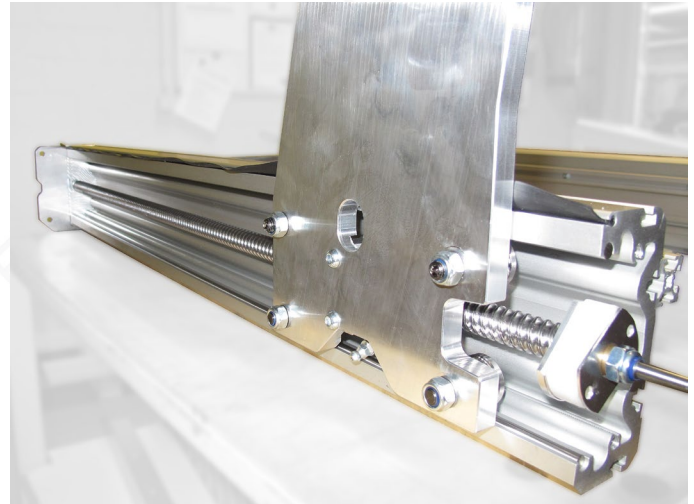

Bild 17 : Einbau der rechten Portalwange
- Spuren Sie die rechte Portalwange in die Führung der rechten Tischseite ein, wie in Bild 17 gezeigt. Lösen Sie dazu wenn nötig die Verschraubungen der Exzenter und verdrehen Sie diese mit einem Innensechskantschlüssel, bis die Rollen spannungsfrei auf den Schienen laufen.
- Montieren Sie mit Flachkopfschrauben **G3** die Baugruppe aus Führungsprofil und Schlitten zwischen die Portalwangen, wie in Bild 17 gezeigt. Führen Sie dabei das rechte Ende der X-Spindel in das Gleitlager ein. Ziehen Sie die Schrauben nicht fest.